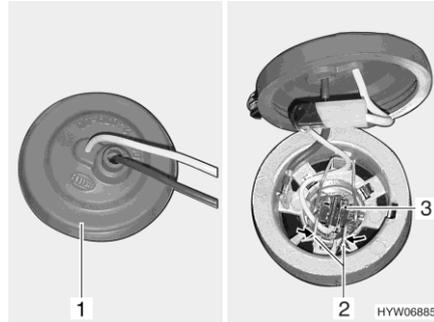

Fig. 215 Faros antiniebla
- Introducir la mano detrás de la luz antiniebla y sacar la caperuza de goma (Fig. 215,1) de la caja de la luz.
- Oprimir el arco metálico (Fig. 215,2) y bascularlo hacia fuera del soporte.
- Sacar la bombilla (Fig. 215,3) con el cable de la caja de la luz.